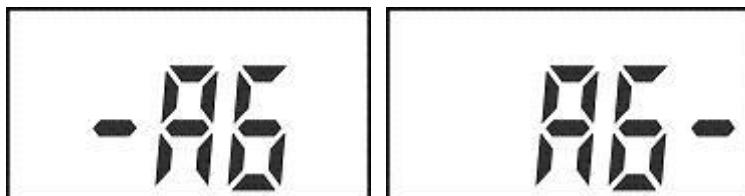

Рисунок 6.8
6.12.2 Вставить в гнездо заряда штекер адаптера сетевого, при этом измеритель переходит в режим заряда не в зависимости от его начального состояния, был ли он выключен, или находился в состоянии измерения. На цифровом индикаторе в процессе заряда отображаются периодически меняющиеся надписи « АБ-» и «-АБ » и включена подсветка (рисунок 6.8).